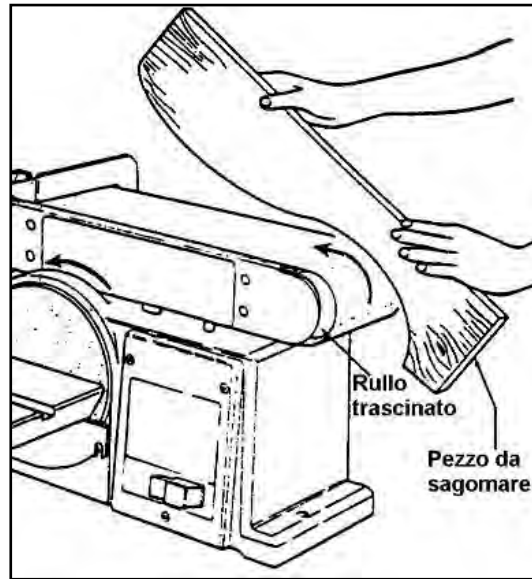

Figura 20 – Levigatura di superfici curve.
2. Appoggiare il pezzo da levigare sul bordo del nastro abrasivo, dalla parte del rullo folle (figura 20).